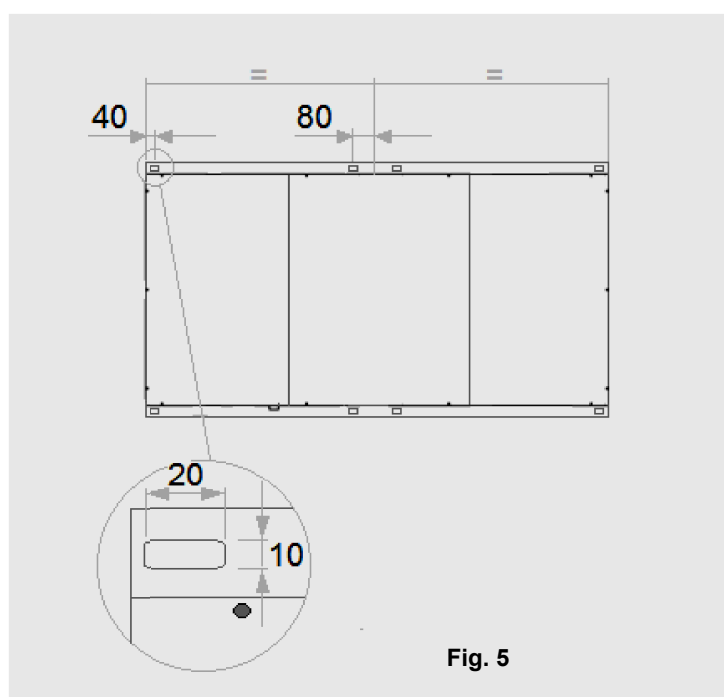

Fig. 5
- Konstrukcja wspierająca jednostkę (możliwa opcja) powinna być odpowiednia do podtrzymania całej masy; Położenie punktów podparcia dla (wersji poziomej) pokazano na **rys. 5**